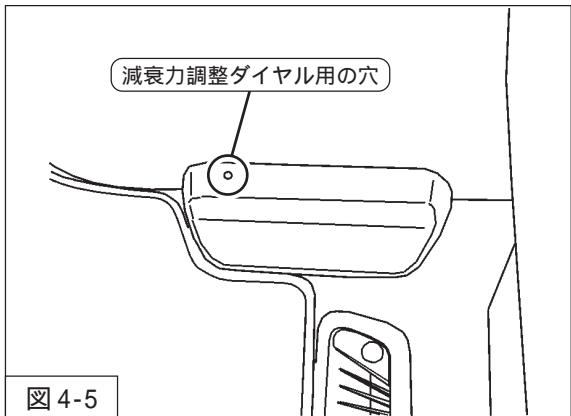

図4-5
7. リアダンパーASSY上部の内装に減衰力調整ダイヤル用の穴を開けてください。(図4-5)
リアの減衰力調整は、穴から減衰力調整ダイヤル(同梱品)を差込んで行ってください。(図4-5)